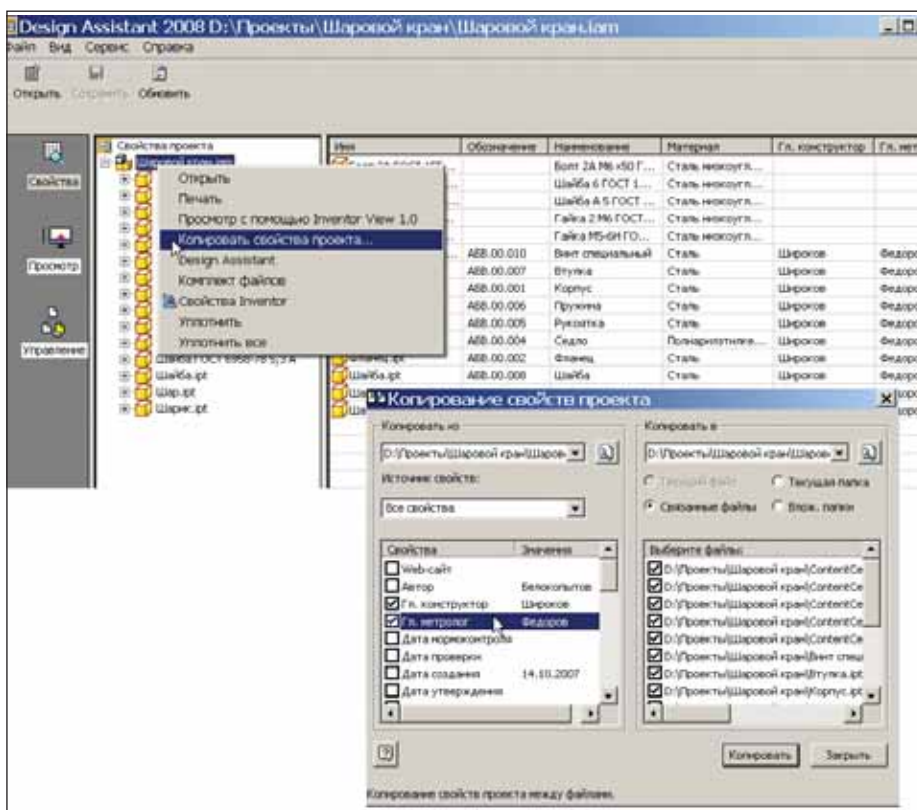

Рис. 6
- 6.2. В левой части окна *Копирование свойств проекта* выберите копируемые свойства выбранного файла (на рис. 6 выбраны свойства *Гл. конструктор* и *Гл. метролог*).